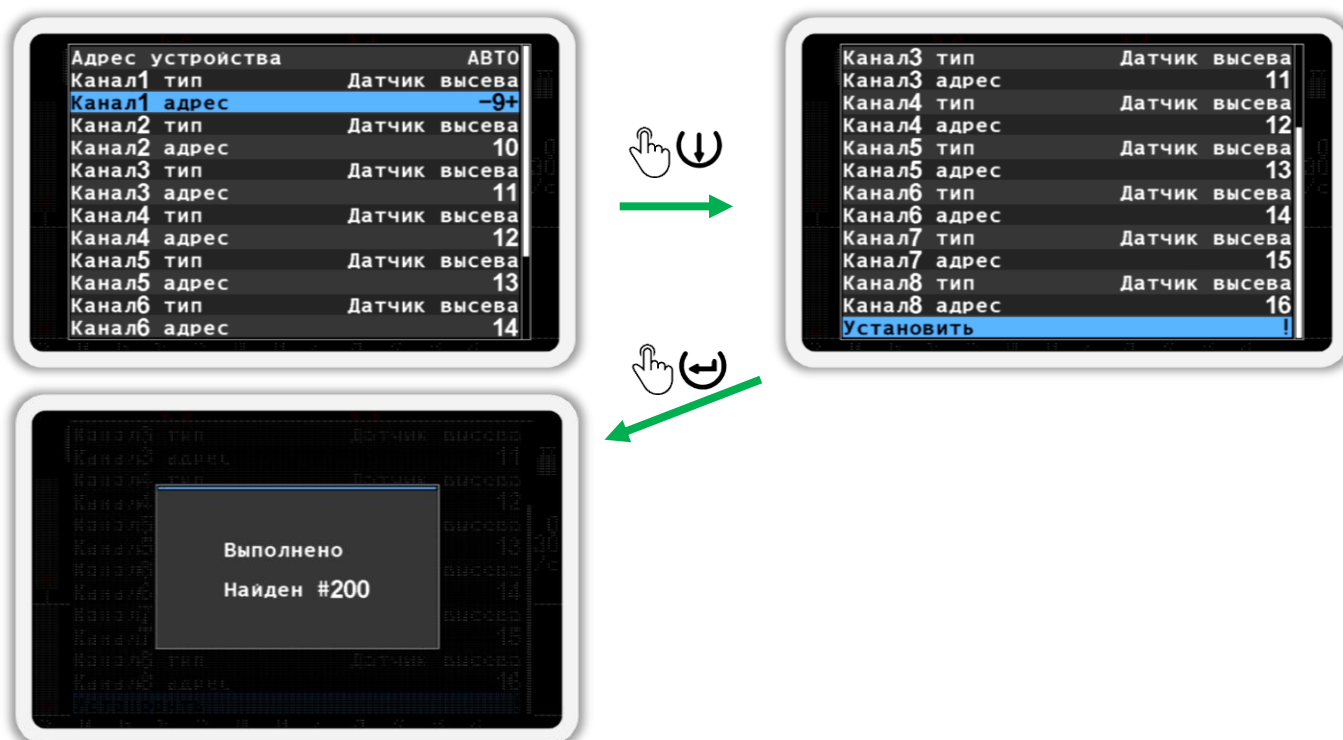

Рисунок 81
- Кнопками  «Вверх» и  «Вниз» выберите пункт  «Канал1 тип» и кнопками  «Плюс» и  «Минус» задайте эмулируемый тип датчика «УВ» или «Датчик высева» для канала 1 (см. Рисунок 81 слева).
- Кнопками  «Вверх» и  «Вниз» выберите пункт  «Канал1 адрес» и кнопками  «Плюс» и  «Минус» задайте адрес эмулируемого датчика канала 1 (см. Рисунок 81 слева).
- Кнопками  «Вверх» и  «Вниз» выберите пункт  «Установить» и нажмите кнопку  «Меню». В результате удачного переименования на экран будет выведено сообщение - «Выполнено» (см. Рисунок 81 справа).